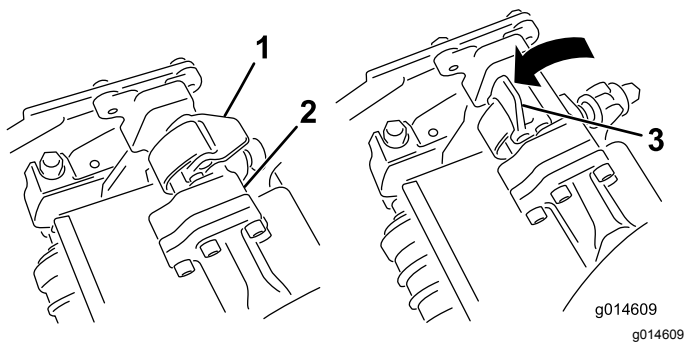
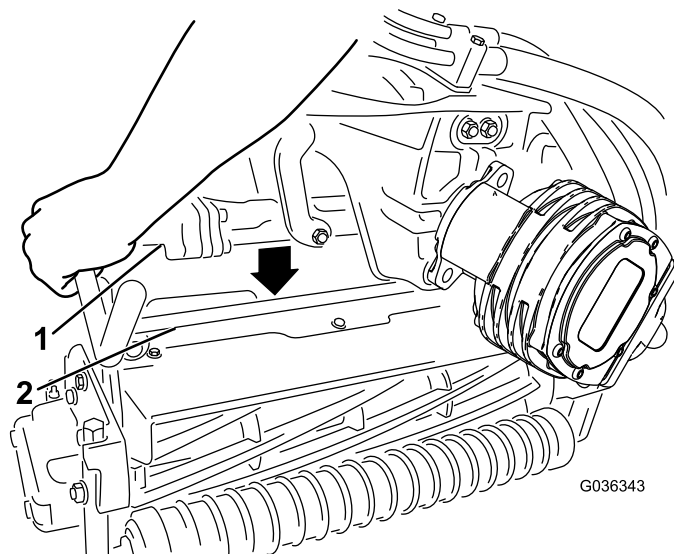

Bild 31
Bild 32
4. Die Riegel an der Aufhängearmstange müssen nach oben zeigen (d. h. offen) (Bild 31); drücken Sie den Aufhängearm dann so nach unten, dass die Stange über die Stange an der Oberseite der Schneideinheit passt (Bild 32).
5. Drücken Sie die Riegel nach unten um die Schneideinheitstange herum und arretieren sie (Bild 31).
5. Öffnen Sie die Riegel an der Aufhängearmstange der Schneideinheit, die Sie entfernen möchten (Bild 31).